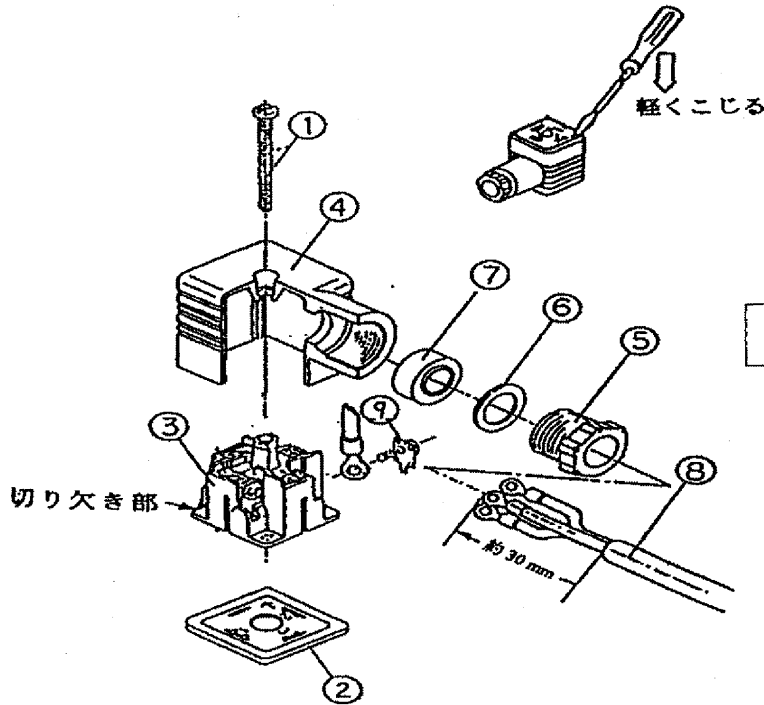

図7 DINコネクタ配線図
4.1.2 分解(図7参照)
4.1.3 結線(図7参照)
- (3) 端子台③よりワッシャー付ネジ⑨を外し、図7のように配線した後、再びワッシャー付ネジ⑨を締め込みます。
4.1.4 組立(図7参照)